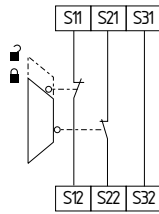

Fig. 14
**Surveillance de protecteur à 2 canaux avec dispositifs d'interverrouillage selon EN ISO 14119 (voir Fig. 14)**